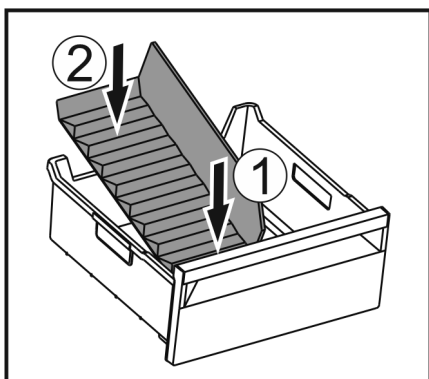

Fig. 51
- ▶ Поставете разделителя първо отпред Fig. 51 (1).
- ▶ Спуснете задната част Fig. 51 (2).